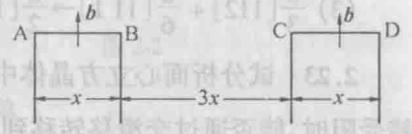

图 2-8
2.36 图 2-8 表示两个被钉扎的刃位错 A-B、C-D,它们的长度均为  $x$ ,且具有相同的方向和相同的柏氏矢量,每个位错都可作为弗兰克-瑞德源。